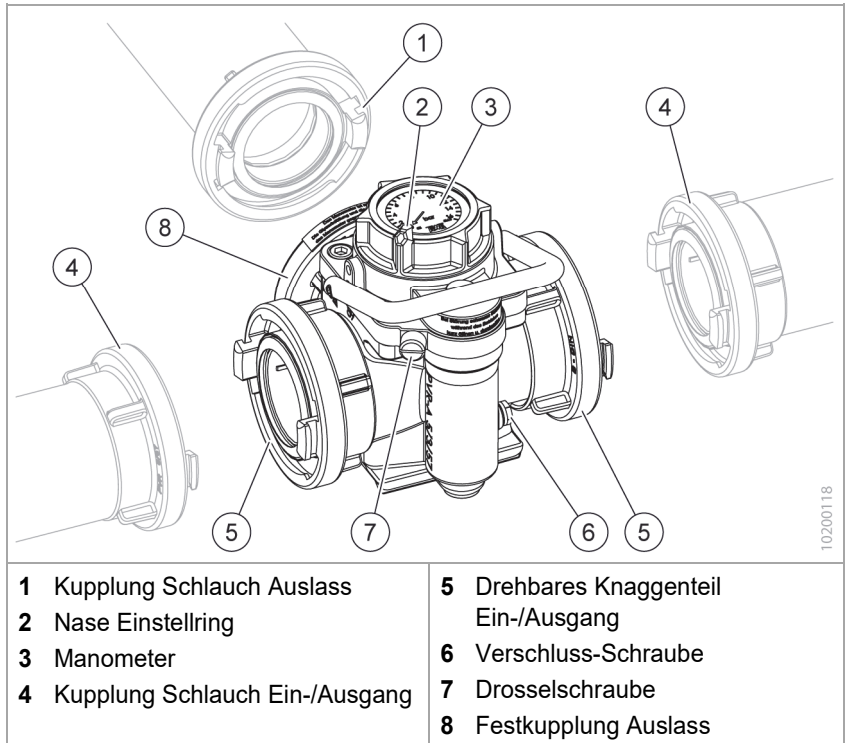

Fig. 2 Handhabung
Im Text steht ein Hinweis auf eine Abbildung mit Positionsnummer in Klammern: (Fig. 2/4) bedeutet Positionsnummer **4** in Abbildung 2.
- Sofortmaßnahme bei laufendem Betrieb: Lösen der Drosselschraube (Fig. 2/7) um zwei bis drei Umdrehungen, um den Querschnitt einer Drosselbohrung zu erweitern und durchzuspülen.
1. Die Kupplungen des eingangsseitigen und des ausgangsseitigen Schlauchs (Fig. 2/4) mit der Kupplung der Eingangsseite bzw. Ausgangsseite (Fig. 2/5) des Druckbegrenzungsventils mit der Hand oder einem Kupplungsschlüssel anschließen.
2. Wenn erforderlich, die Kupplung des Auslass-Schlauchs (Fig. 2/1) mit der Hand oder einem Kupplungsschlüssel an die Festkupplung des Auslasses (Fig. 2/8) des Druckbegrenzungsventils anschließen.
3. Die Nase des Einstellrings (Fig. 2/2) am Manometer (Fig. 2/3) auf ca. 1 bar (min. 0,5 bis max. 2 bar) über den Grenzwert des erforderlichen Betriebsdrucks einstellen.